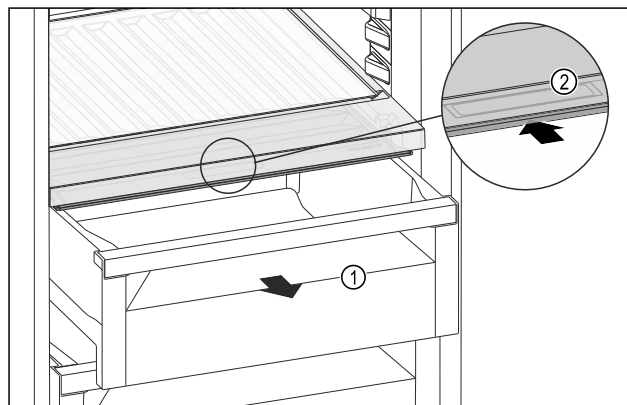

Fig. 184
- Estrarre il cassetto Fig. 184 (1).
- Afferrare la maniglia incassata Fig. 184 (2) sul coperchio dello scomparto e spingere allo stesso tempo all'indietro il coperchio dello scomparto.